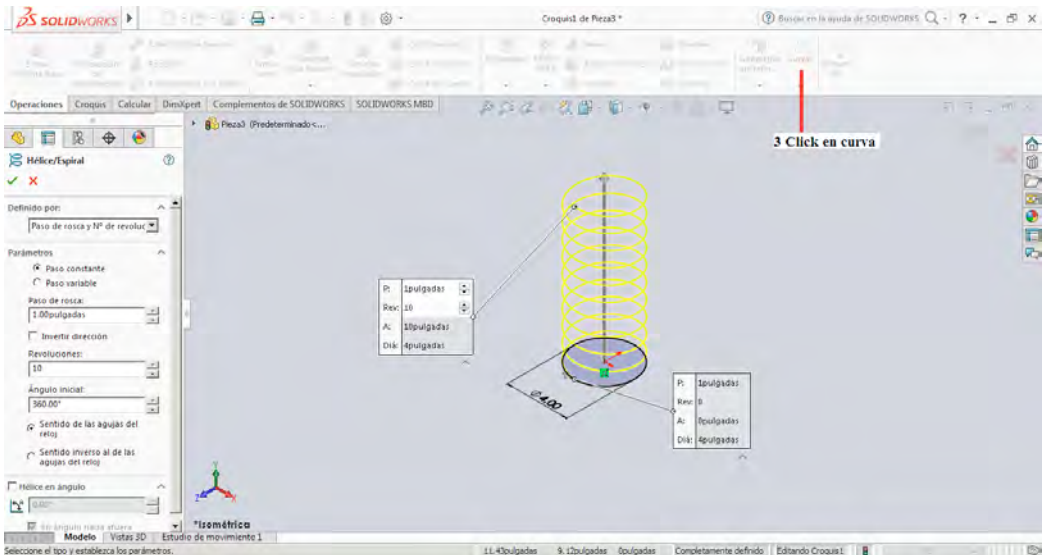

Figura 3-6
3. Con el croquis realizado se realiza click sobre la pestaña de operaciones y seleccionamos la herramienta de Curvas esta se encuentra en la parte derecha del menú esta función ofrece la opción Hélice y espiral se realiza click sobre ella y se configuran los parámetros como se muestra en la figura 3-6.